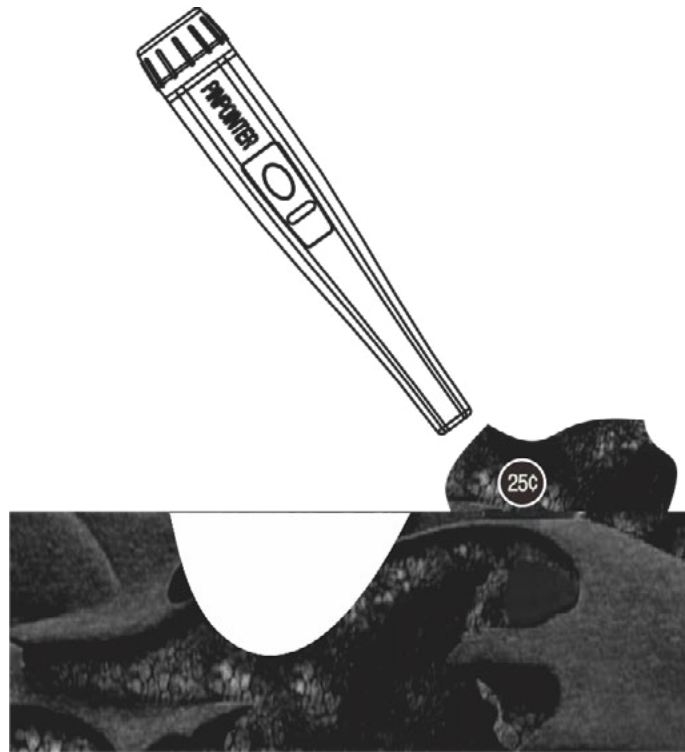

Fig.4 Scannez le tas de terre déterré
3. Si la cible est enfouie profondément sans que le pinpointer puisse le détecter, vous pouvez creuser petit à petit dans la zone ciblée. Détectez la terre qui est sortie au cas où l'objet a été déterré (Voir Fig. 4).